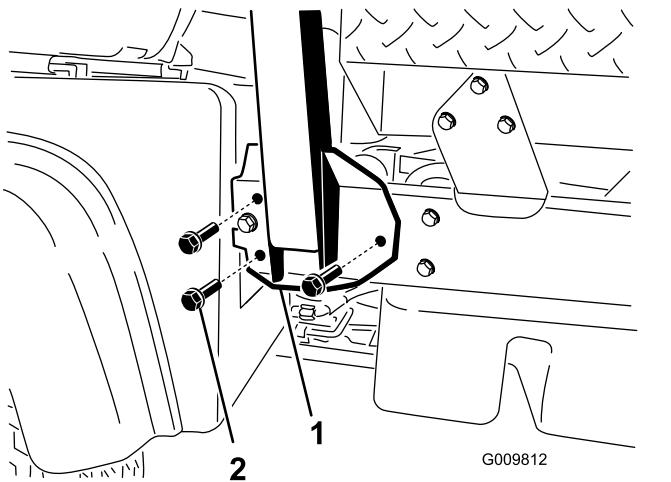

Bild 4
2. Fluchten Sie jede Seite des Überrollschatzes mit den Befestigungslöchern an jeder Seite des Maschinenrahmens aus, wie in Bild 4 dargestellt.
3. Befestigen Sie die Überrollschatz-Befestigungshalterung mit drei Bundkopfschrauben (½" x 1¼") an jeder Seite des Maschinenrahmens (Bild 4).